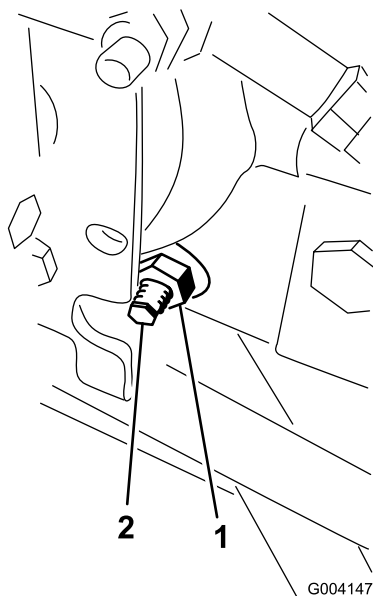

Figura 82
3. Dal lato destro dell'idrostat, allentate il dado di bloccaggio sulla camma di regolazione della trazione (Figura 82).